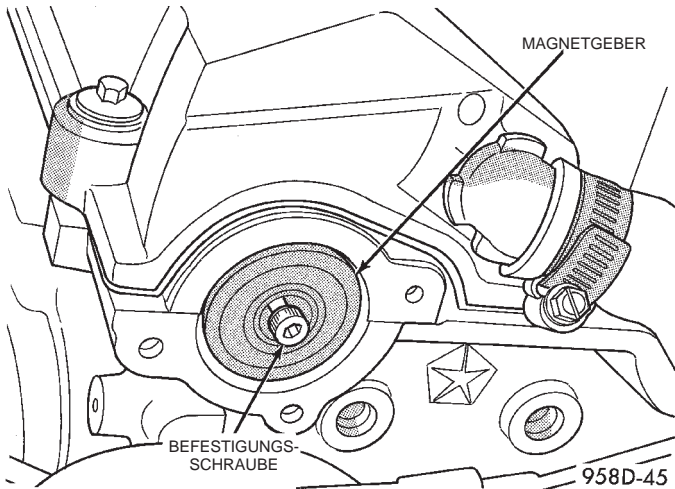

Abb. 43 Magnetgeber aus- und einbauen
(1) Luftschlauch zwischen Drosselklappengehäuse und Ansaugluftfiltergehäuse abbauen.
(2) Steckverbinder vom CMP-Fühler abziehen.
(3) Befestigungsschraube des CMP-Fühlers lösen und CMP-Fühler abnehmen.
(4) Die Schraube lösen, mit welcher der Magnetgeber an der Rückseite der Nockenwelle befestigt ist (Abb. 43).